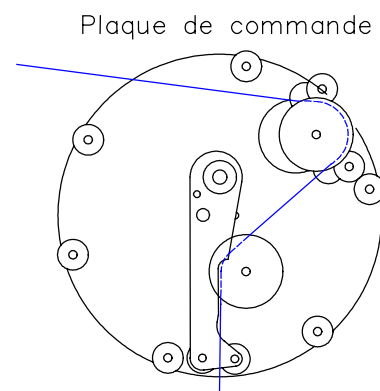

Figure 3
3. Acheminez le film dans le disque optonumérique de **bobinage** et enflez-le par la plaque de commande (Figure 3). Pendant que vous tirez le film dans la plaque de commande, le disque optonumérique de **bobinage** tournera et évitera que le film s'enroule autour de la plaque de commande.